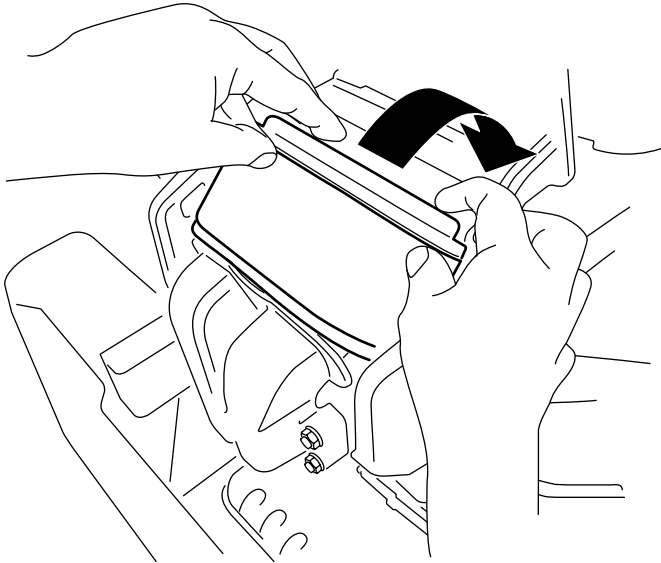

Bild 42
3. Drehen Sie den Filter nach unten in die Kammer und führen ihn vollständig gegen den Verteiler ein (Bild 42).